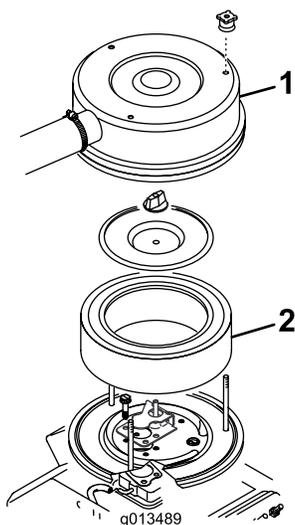

Figura 17
3. Rimuovete le manopole e il coperchio del filtro dell'aria (Figura 17).